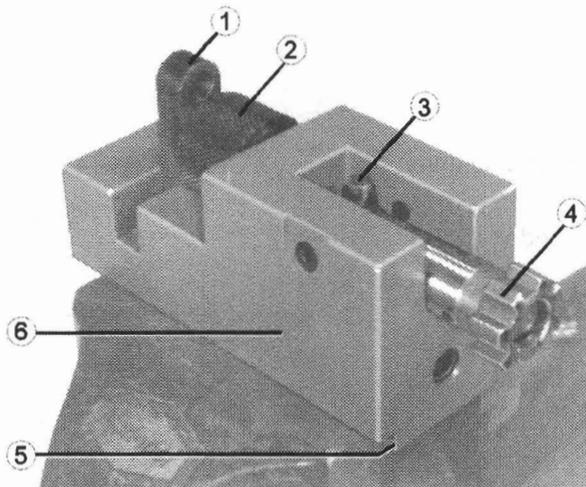

Bild 46 Verschlusskopf in Montagewerkzeug
- ⇒ Ausstoßermontagewerkzeug (46/6) an seinen Ausfräsungen (46/5) einspannen (Bild 46).
- ⇒ Sicherungshebel nach oben klappen (Bild 46).